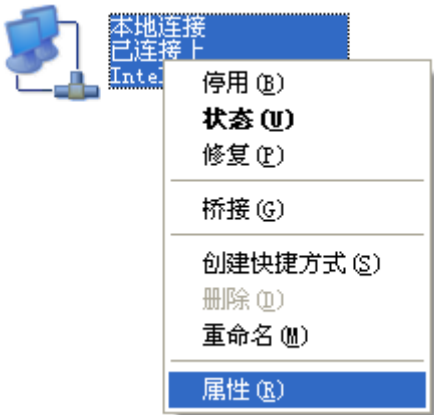

图 B-2
(2) 用鼠标**右键**点击“本地连接”图标，弹出“本地连接”设置下拉菜单如图 B-2。